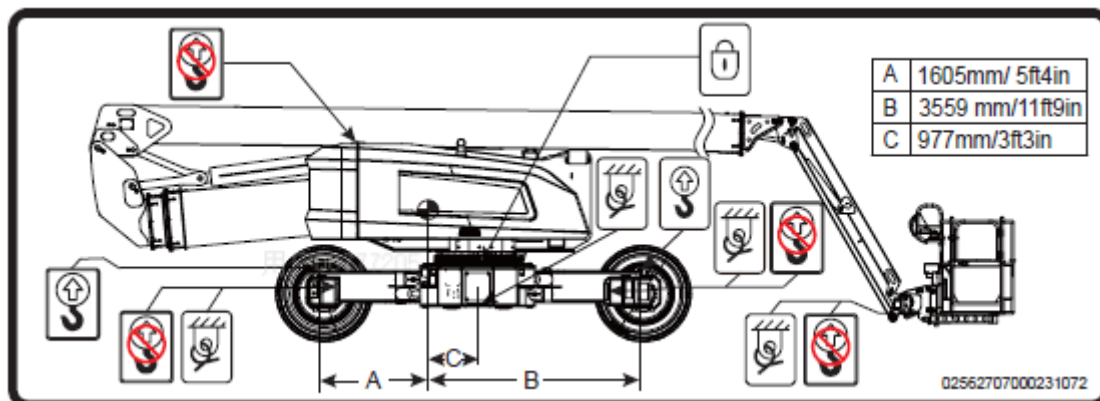

Рис. 4-4 Схема подъема и строповки
- Рис. 4-4 Схема точки подъема